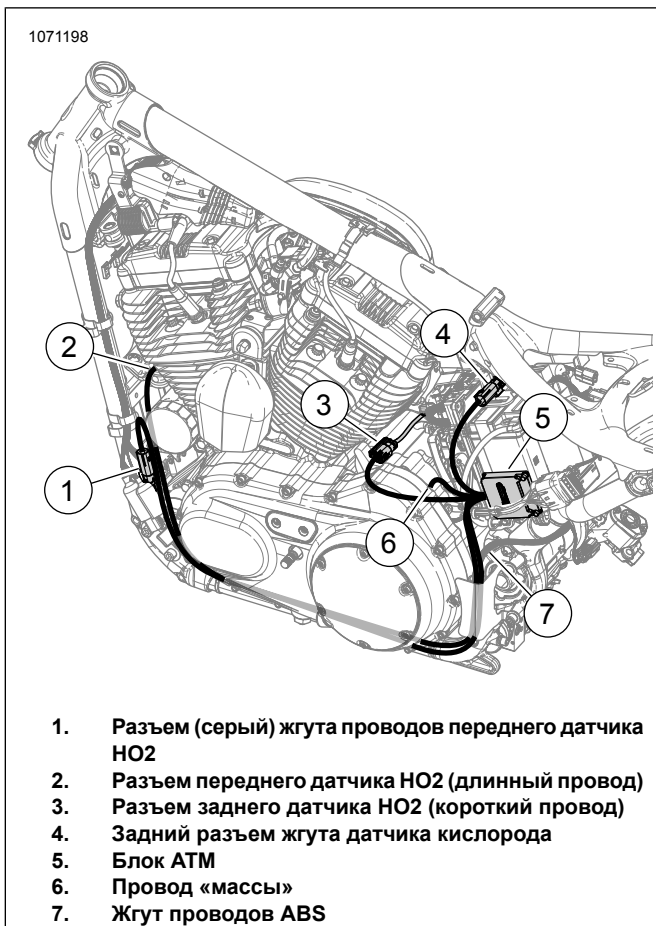

Рисунок 50. Укладка жгута проводов ATM
12. См. Рисунок 50. Установите блок АТМ (5).
См. Рисунок 50. Проложите и подсоедините провод массы АТМ (6) к клемме **ЧИСТОЙ** массы. Затяните с моментом: